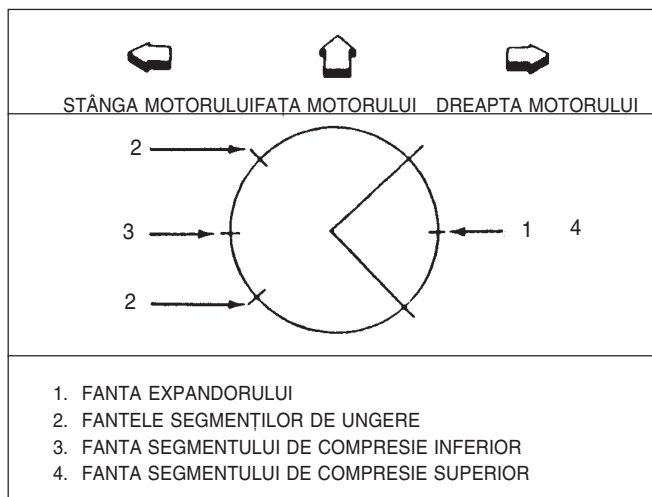

Fig. 25 Repartizarea fantelor segmentilor pe piston
- Pentru a evita pierderile de compresie, segmentii se montează cu fantele decalate (Figure 25).